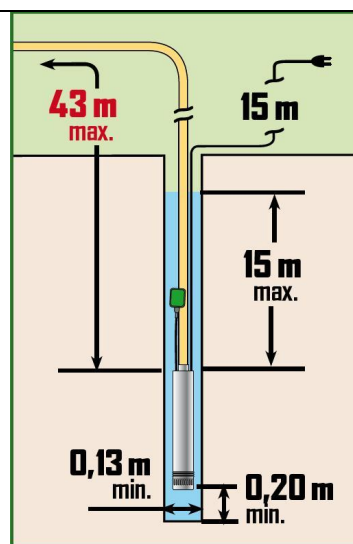

Fig.3
4.7.2- Uso senza il galleggiante (Fig.3)